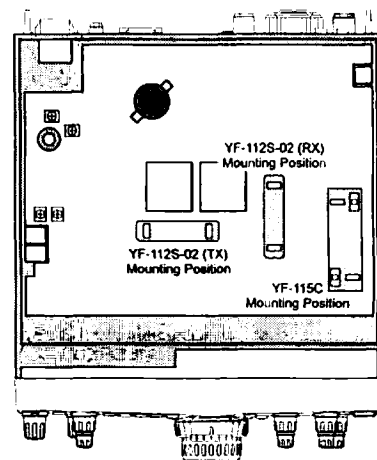

Figura 2
- ② Tomando la figura 2 como referencia, defina la posición donde van instalados los filtros de OC (YF-115C) y SSB (modelo. YF-112S-02) en la Unidad PRINCIPAL del radio.
- ③ Empuje una o ambas placas de los filtros alternativos sobre los terminales ubicados en las áreas de montaje asignadas en el radio. Luego, con mucha suavidad, haga presión sobre dichas placas hasta que queden debidamente asentadas sobre los conectores.
- ④ A continuación, vuelva a instalar la tapa inferior en el transceptor.
- ⑤ Finalmente, encienda el transceptor e ingrese al modo del Menú. De acuerdo a las especificaciones incluidas en la página 97 del manual, el usuario tiene que habilitar ("ON") la instrucción # 33 del Menú en caso de haber instalado el filtro de OC YF-115C en el aparato.